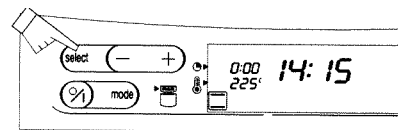

Fig. 5
4. Premere una volta il tasto  per impostare la durata della cottura (fig. 5).